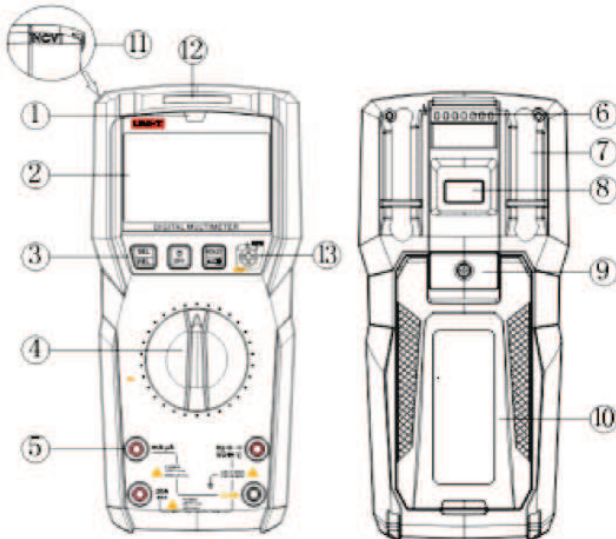

Рисунок 1
6. Описание конструкции (Рисунок 1)